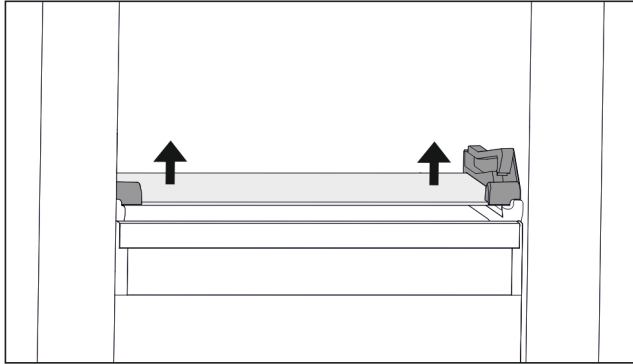

Fig. 70 Placa de vidrio del cajón inclinable
- Empuje la placa de vidrio desde abajo hacia arriba por ambos lados. (consulte Fig. 70)